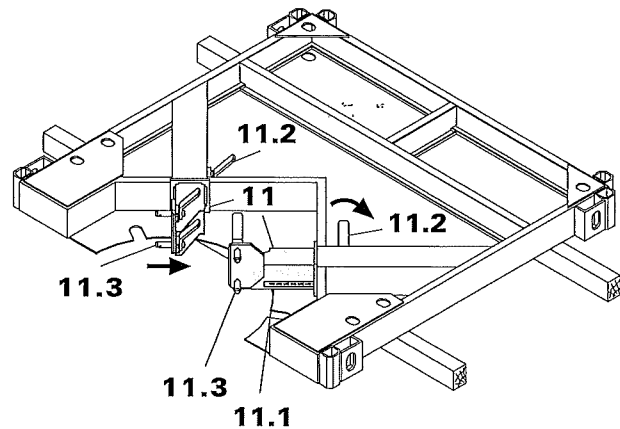

Fig.5
2. Estrarre i perni che non si possono disinnestare **11.3**, utilizzati per il fissaggio della piattaforma, fino al punto di arresto (fig. 5).